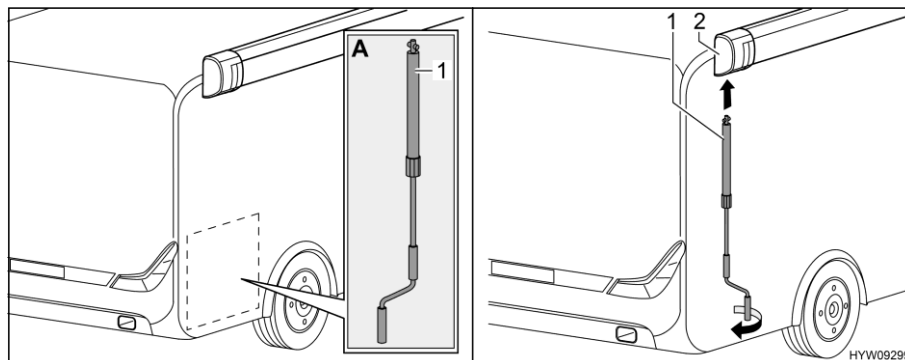

Bild 49 Montera veven
- Ta ut veven (Bild 49,1) ur det bakre lastutrymmet (Bild 49,A).
- Sätt veven i markisens bajonettfäsning (Bild 49,2).